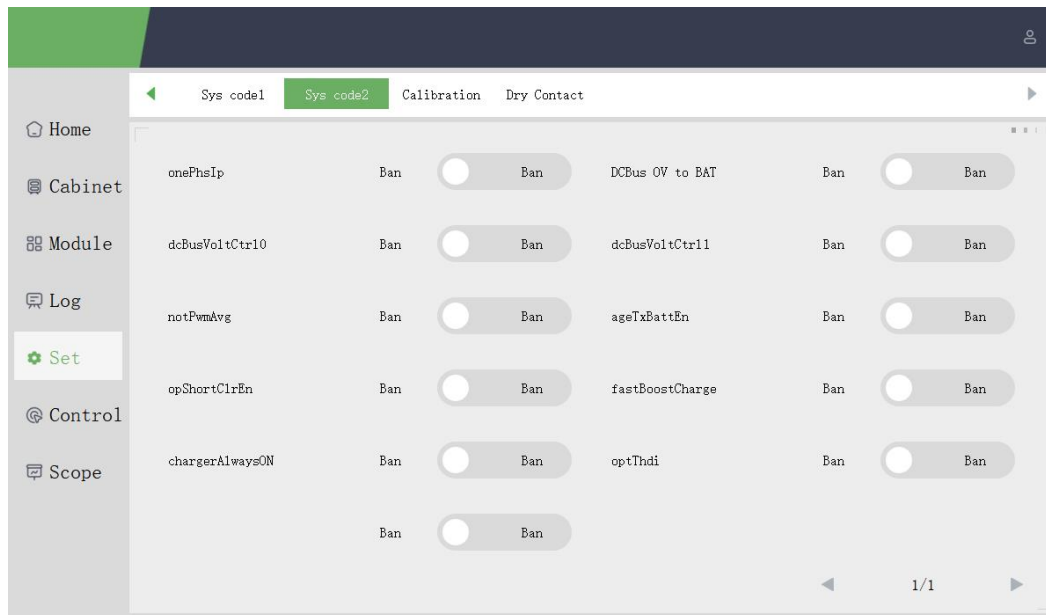

Рисунок 3-21. Интерфейс настройки управляющего ПО
2. Замкнуть внешний входной автоматический выключатель, подключить ПО управления, затем настроить соответствующие параметры, как показано на рис. 3-21 ниже. Изменить номинальную мощность 30 кВА на 15 кВА, 20 кВА на 10 кВА. Поставить отметку напротив пункта OnePhsOp (Однофазный выход) на вкладке Sys code1 (Сист. код 1); OnePhsIp (Однофазный вход) на вкладке Sys code2 (Сист. код 2). Затем полностью выключить питание и перезагрузить систему, чтобы убедиться в работе настроек.